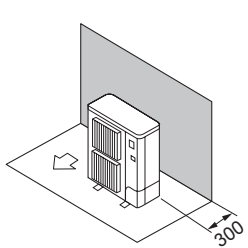

Fig. 2-6
- ① Εμπόδια στην πίσω πλευρά μόνο (Fig. 2-6)